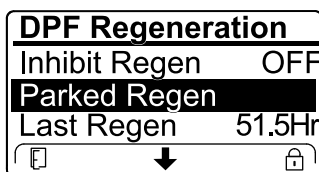

Figura 58
- Se o computador do motor pedir uma regeneração de recuperação ou se estiver a processar uma regeneração de recuperação e percorrer a opção REGENERAÇÃO EM ESTACIONAMENTO, a regeneração em estacionamento bloqueia e o ícone de bloqueio (Figura 58) surge no canto inferior direito do InfoCenter.